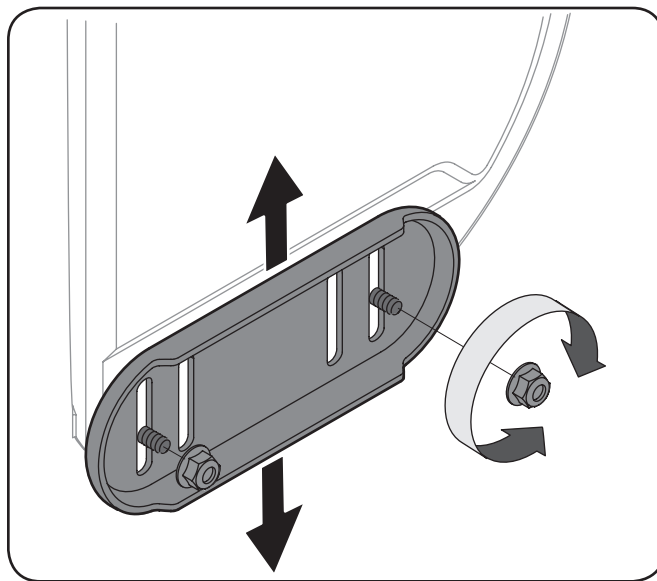

Figura 3-12
1. Afloje las cuatro tuercas hexagonales (dos en cada lado) y los pernos del carro. Mueva las zapatillas antideslizantes a la posición deseada. Consulte la Figura 3-12.